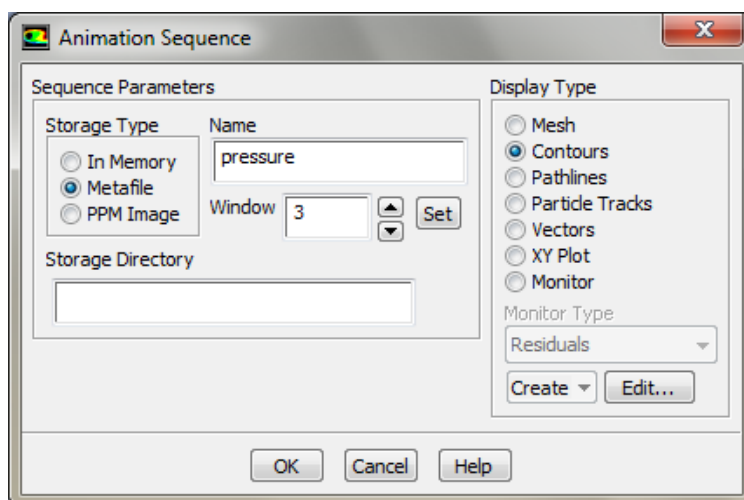

Рисунок 1.39 – Меню параметров анимации
- В опции вида отображения расчетных данных *Display Type* следует выбрать *Contours* (рисунок 1.39). После этого следует нажать для последующей настройки клавишу *Edit*.